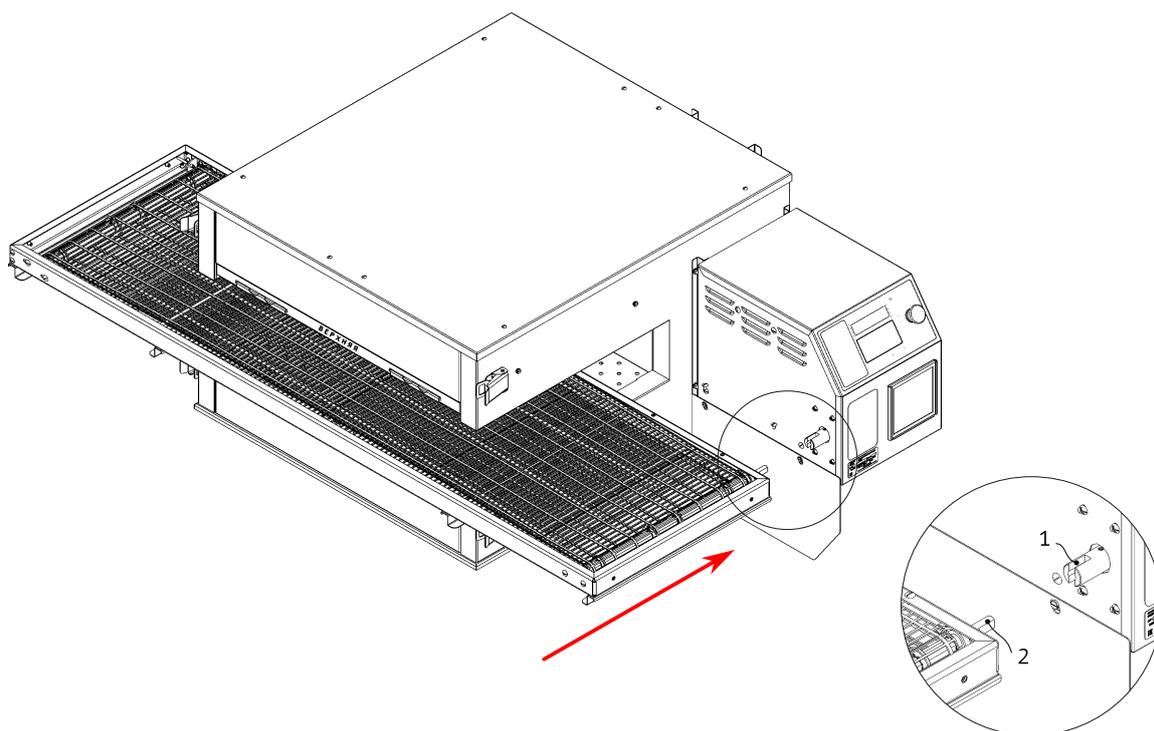

Рисунок 6
9. Установите конвейер до упора внутрь изделия. Проследите, чтобы вал конвейера (2) вошёл в зацепление с муфтой (1), см. Рис. 6.